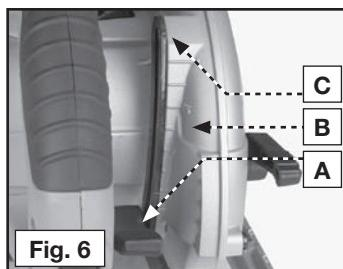

Fig. 6
1. Alce el tope (la palanca ajustadora) de profundidad (A) Fig. 6 en la parte trasera de la sierra.
3. **TOME NOTA:** El protector superior (B) Fig. 6 está graduado en incrementos de  $1/4"$  para facilitar la fijación de la profundidad del corte. Alinee la marca de profundidad (C) Fig. 6 con la marca graduada de profundidad deseada en el protector.